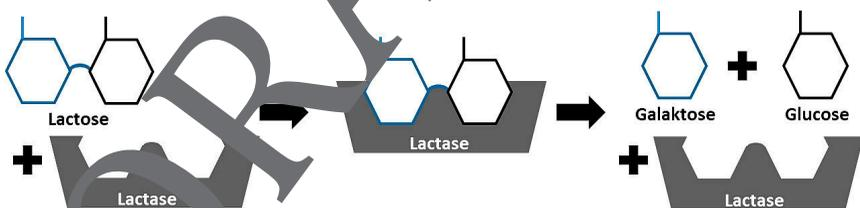

Abb. 3: Schematischer Ablauf einer enzymatisch katalysierten Reaktion
- 2 Erläutern Sie den Ablauf einer enzymatisch katalysierten Reaktion mithilfe von Abbildung 3 und den folgenden Begrifflichkeiten: